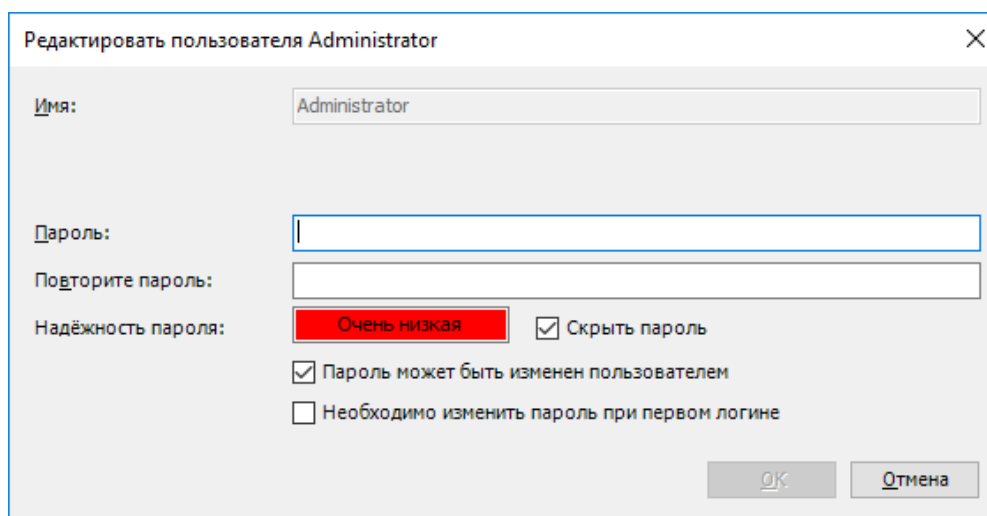

Рисунок 265 – Диалоговое окно редактирования пользователя
- для редактирования пользователя, выберите в списке **Пользователи (Users)** учетную запись и нажмите на кнопку  **Редактировать...** (**Редактировать...**), либо нажмите двойным щелчком по учетной записи (Рисунок 265).